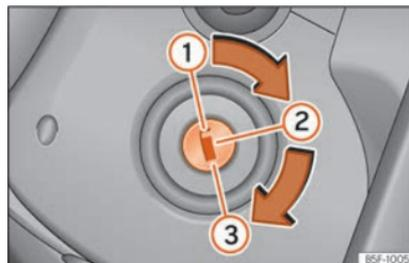

Fig. 236 Positions de la clé du véhicule.
Clés du véhicule »» fig. 236
3.	Uniquement sur les véhicules équipés d'un moteur diesel : pour effectuer le préchauffage, tournez la clé dans le contact-démarrreur sur la position »» fig. 236 ②. Le témoin s'allume sur le tableau de bord ⌘.